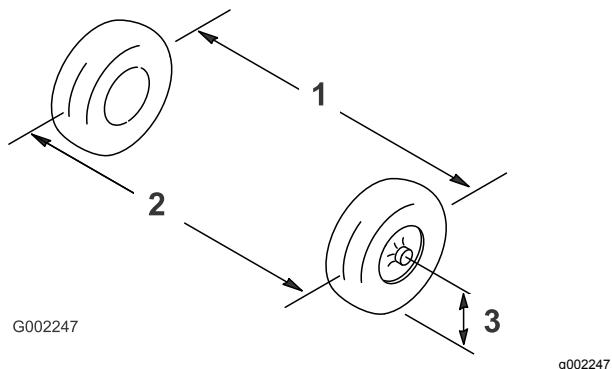

图 88
2. 以轮轴的高度为标准测出前轮的轮前距离和轮后距离 图 88。